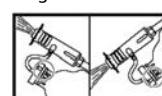

Figure 4
- tourner l'indicateur sur le capuchon du réservoir de savon vers « UP » (haut) ou « DOWN » (bas) (Figure 4). Utiliser « UP » pour pulvériser à un angle vers le haut (par exemple pour atteindre le deuxième étage d'un édifice). Utiliser « DOWN » pour pulvériser à un angle vers le bas pour un patio ou une terrasse.